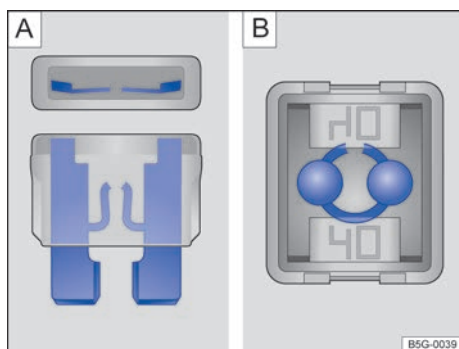

Fig. 285 Fusible fundido: A) Fusible enchufable plano. B) Fusible tipo bloque.
- Un *fusible enchufable plano* (ATO®, MINI®) fundido se reconoce por la tira de metal quemada visible desde arriba y desde los laterales a través de la carcasa transparente → fig. 285 A).
- Un *fusible tipo bloque* (JCASE®) fundido se reconoce por la tira de metal quemada visible desde arriba a través de la carcasa transparente → fig. 285 B).